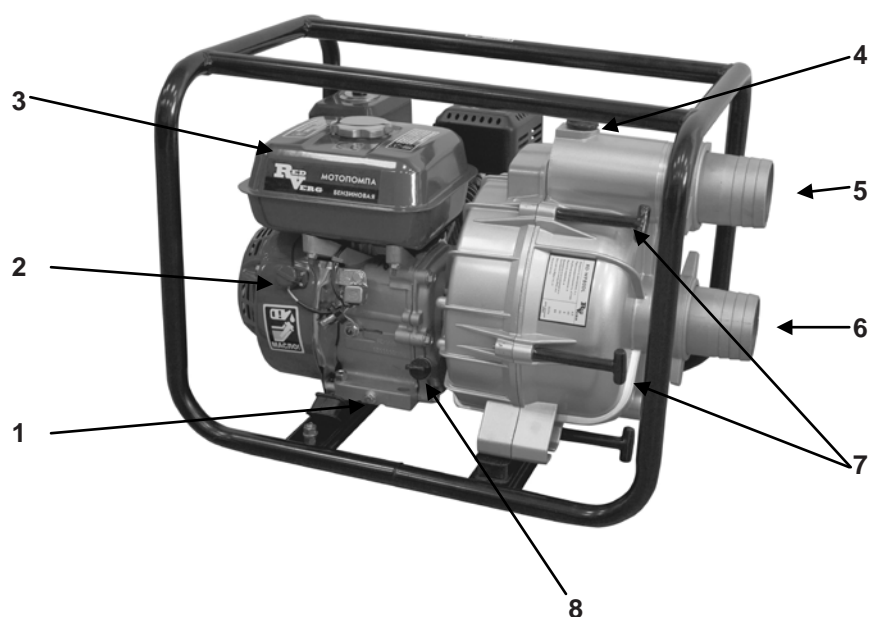

рис.1
Выключатель зажигания(2) рис.1